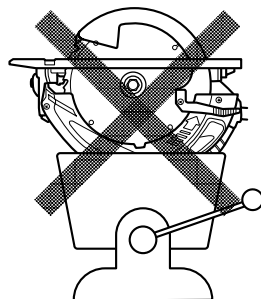

Fig. 7
24. Ne jamais tenter de scier avec la scie circulaire dirigée vers le bas dans un étau. Ceci serait extrêmement dangereux et pourrait entraîner de graves accidents. (Fig. 7)